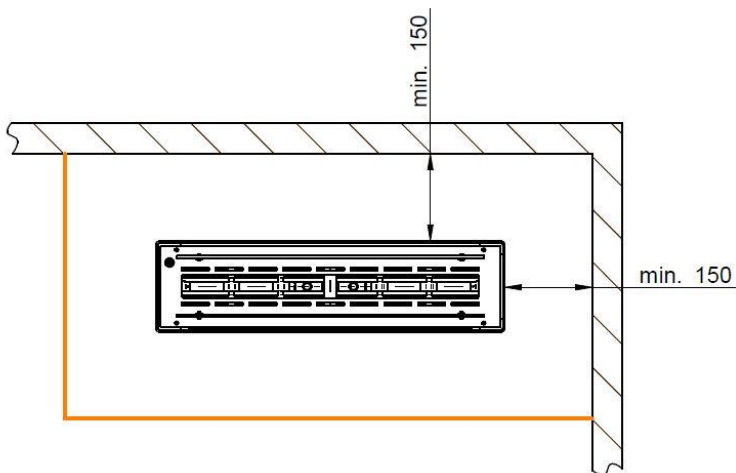

Abb. 4 Mindestabstände zu nichtbrennbarer Wand
- Bei der Aufstellung des individuell erstellten Möbels an einer nicht brennbaren Wand ist ein Mindestwandabstand von **150 mm** nach hinten und zur Seite einzuhalten. Bezugspunkt ist die Außenkante des Quadra Inside Automatic SL 500 oder SL 1000-Gehäuses (siehe Abb. 4 u.5).